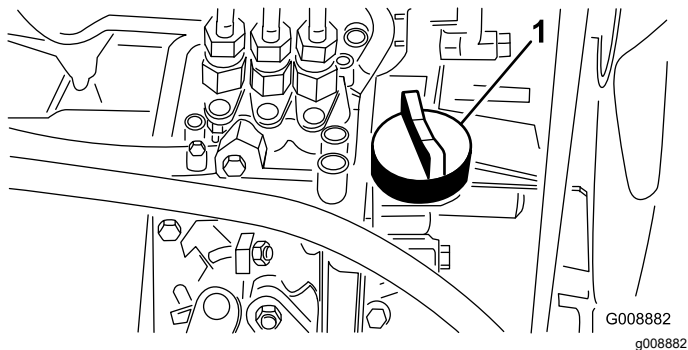

Рисунок 26
4. Если уровень масла ниже допустимого, снимите крышку маслозаливной горловины (Рисунок 26) и постепенно, небольшими порциями долейте масло, периодически проверяя его уровень, до отметки Full (Полный) на масломерном щупе.